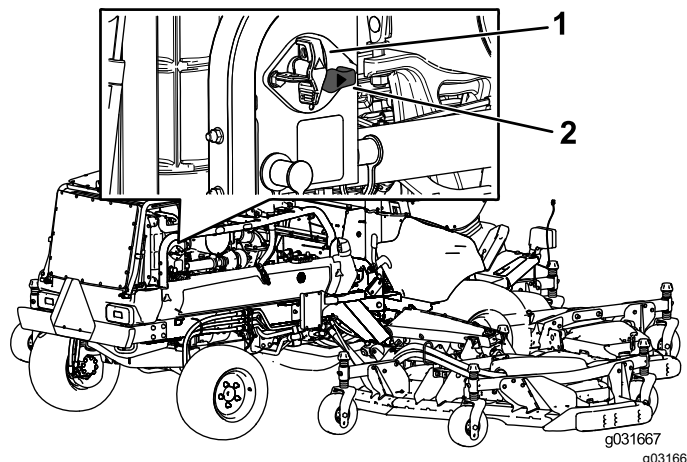

Figura 63
- Para energizar a máquina eletricamente, rode o interruptor de desligar a bateria no sentido dos ponteiros do relógio para a posição LIGAR (Figura 63).
- Para não energizar a máquina eletricamente, rode o interruptor de desligar a bateria no sentido contrário ao dos ponteiros do relógio para a posição DESLIGAR (Figura 63).